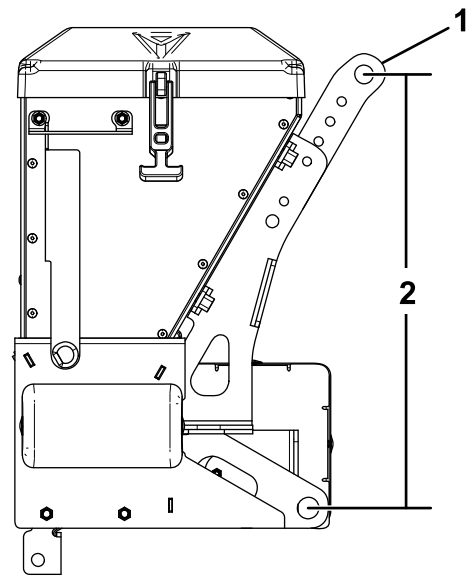

图12
2. 调整撒布机上连接杆支架的位置，使图12中所示孔的中心之间的距离接近步骤 1 中的测量值。